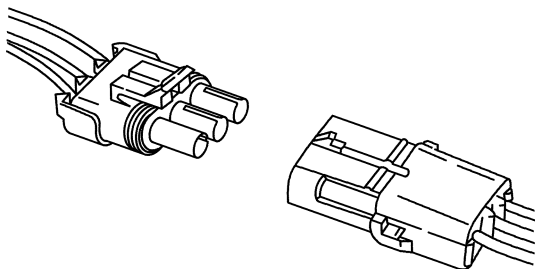

图 6-16 Weather Pack 插头
(1) 触针更换
① 这种插头用于连接不同的部件或其他设备上, 如图 6-16 所示。这种插头可以采用多种触针结构, 在安装新的维修导线前, 进行检查以确保导线的规格正确并且一次只能更换一个触点导线。如果需要的导线超过 1 根, 应将拆下的每根导线做标记。